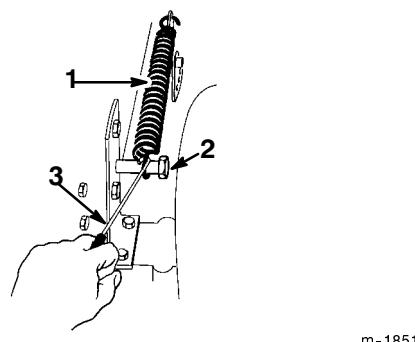

Figure 42
11. Accrocher le ressort compensateur de hauteur de coupe (Fig. 42) au boulon de fixation, à l'aide du crochet fourni avec la machine.